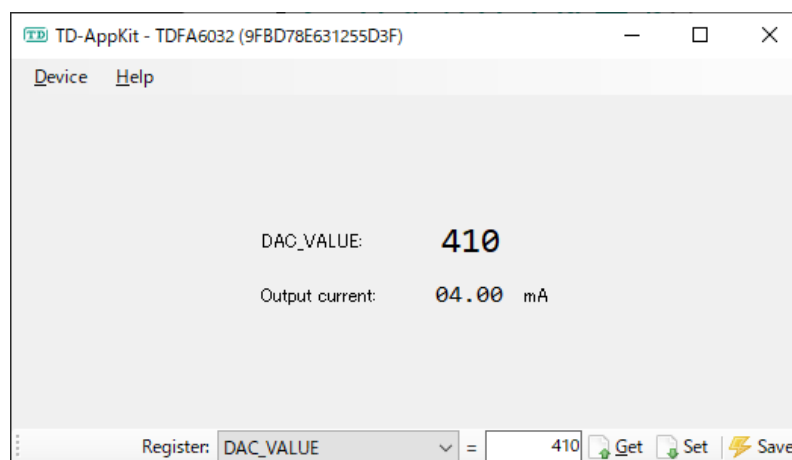

図 3 メインウィンドウ
- メインウィンドウ(図 3)下部にある Register ボックスから **DAC_VALUE** を選択し、右側のボックスに **410** を入力します。次に Set ボタンをクリックします。